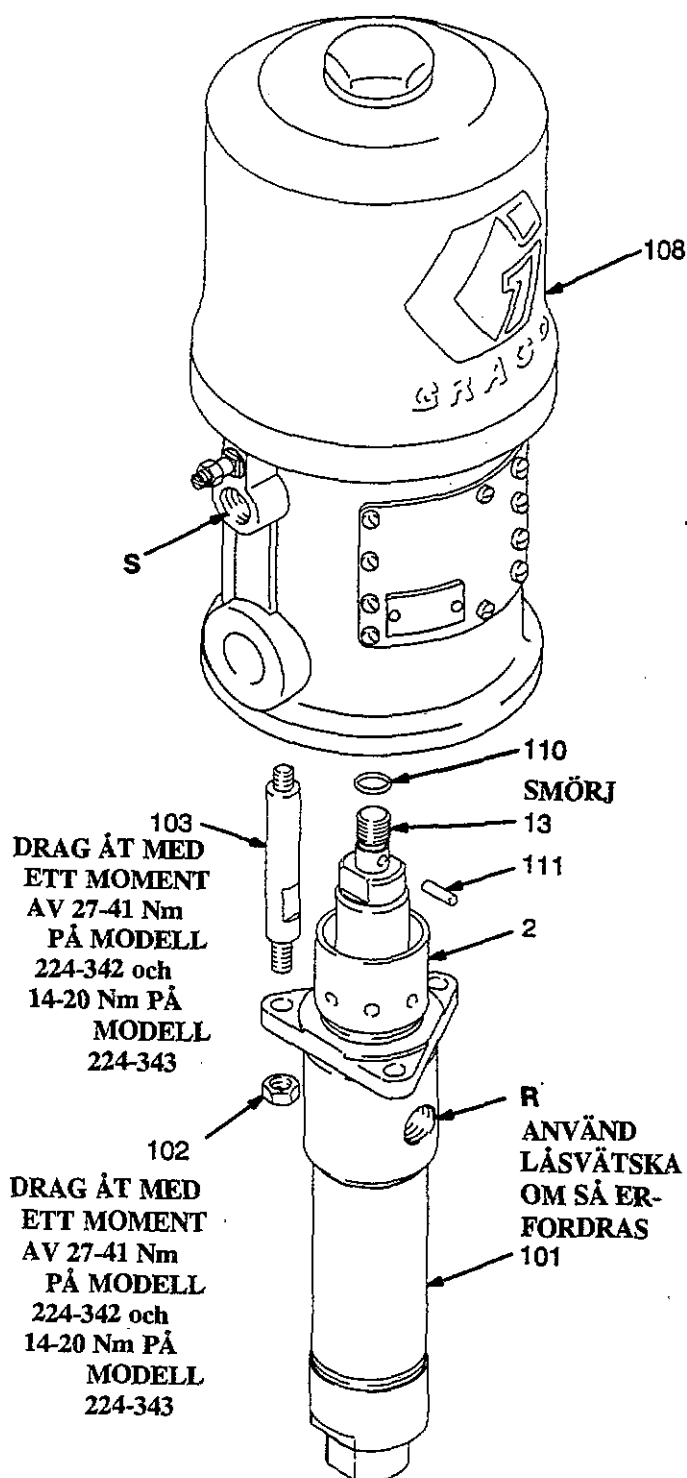

Fig 3
2. Lossa luft- och färgslangarna. Tag bort pumpen från sitt montage. Observera pumpens färguttag (R) visavi luftmotorns luftintag (S).
3. Skruva bort låsmuttrar (102) från stagstängerna (103). Tag bort saxpinnen (111). Skruva ut kolvstången (13) ur luftmotorn (108). Drag sedan försiktigt pumpdelen (101) fri från luftmotorn (108). Se fig 3.
1. Orientera pumpens färguttag (R) mot motorns luftintag (S) som anvisades i punkt 2 under **Demontering av pumpdelen**. Sätt pumpdelen (101) på plats på stagstängerna (103). Se fig 3.
2. Skruva låsmuttrarna (102) löst på stagstängerna (103). Skruva in kolvstången (13) i luftmotorn (108) och sätt dit saxpinnen (111).
3. Återmontera pumpen och återanslut alla slangarna. Sätt tillbaka jordledningen om den togs bort under reparationen. Drag åt packningsmuttern/våtkoppen (2) så att den tätar, inte hårdare. Fyll våtkoppen med Graco TSL olja eller ett lämpligt lösningsmedel.
4. Drag åt låsmuttrarna (102) jämnt med ett moment som anges i fig 3.
6. Kontrollera packningsmuttern/smörjkoppen (2) efter läckage. Följ **Anvisningarna för Tryckavlastning** på sid 8 innan packningsmuttern dras åt.